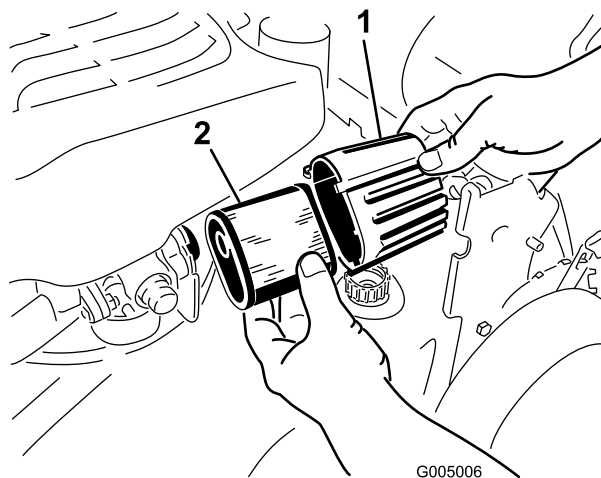

Figura 20
2. Gire la tapa del filtro de aire para retirarla (Figura 20).